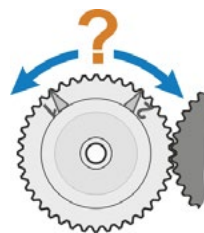

Fig. 7: Observere dreieretningen
- bare ved utvekslingsgir: følge med på planethjulets dreieretning (Fig. 7), dette er viktig for betjeningsstrinn 10!